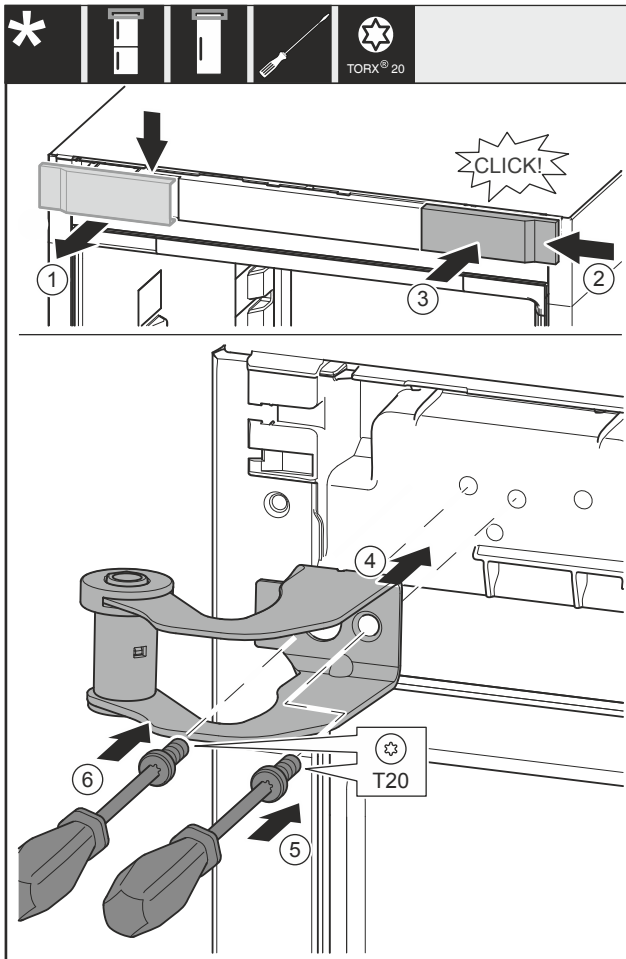

Fig. 31
- Retirer le couvercle Fig. 31 (1) depuis le haut vers l'avant.
- Accrocher le couvercle Fig. 31 (2) tourné de 180° de l'autre côté depuis le côté droit.
- Enclencher le couvercle Fig. 31 (3).
- Poser le support de palier supérieur Fig. 31 (4).
- Visser la vis Fig. 31 (5).
- Visser la vis Fig. 31 (6).